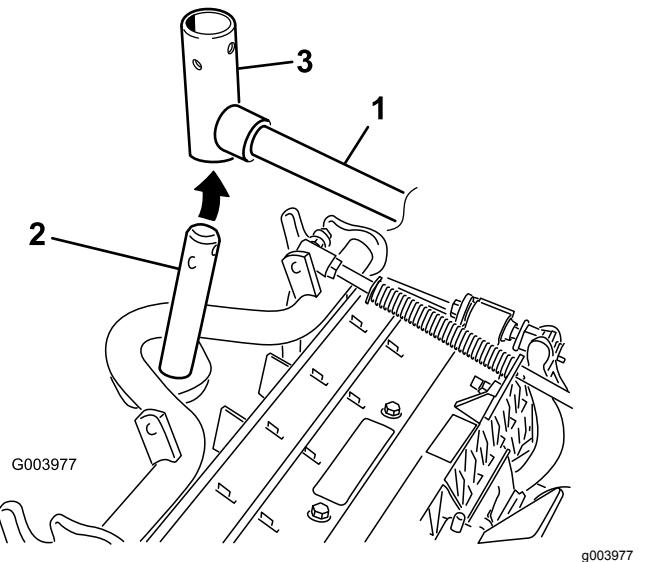

Figure 10
8. Pour les unités de coupe avant, poussez une unité de coupe sous le bras de levage tout en insérant l'arbre du bâti porteur dans la chape de pivot du bras de levage (Figure 10).